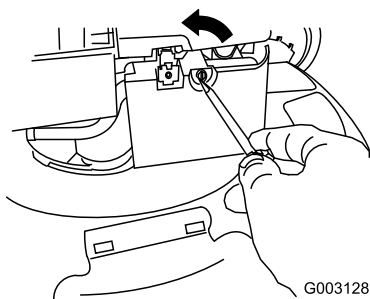

Figure 42
2. Ouvrez le couvercle du filtre à air avec un tournevis (Figure 42).